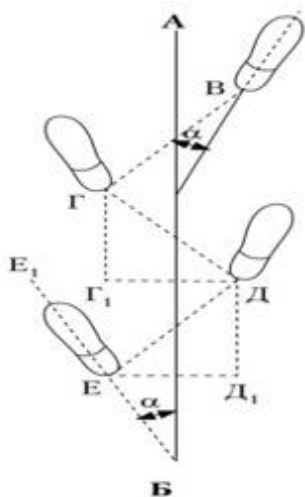

Рис. 3. Дорожка следов ног
**Линия направления движения** (АБ на рис. 3) – линия, направленная в сторону движения и расположенная на равном расстоянии между следами правой и левой ноги.
**Линия ходьбы** (ЕДГВ на рис. 3) – ломаная линия, соединяющая последовательно центры следов пяток или каблуков правой и левой ноги.
**Длина шага** ( $D_1D$  – длина правого шага;  $\Gamma_1\Gamma$  – длина левого шага на рис. 3) – это расстояние между двумя последовательно оставленными следами ног по линии направления движения. Она измеряется отдельно для правой и левой ноги.
**Ширина шага** ( $\Gamma_1D$  и  $EД_1$  на рис. 3) характеризует расстановку ног при ходьбе и определяется расстоянием между следами каблуков (пяток) левой и правой ног по линии, перпендикулярной направлению движения.
**Угол разворота стопы** ( $\alpha$  на рис. 3) – угол разворота стопы, образуемый продольной осью следа и линией направления движения, дает представление о привычке при ходьбе ставить ступни ног параллельно одна другой, носками внутрь (отрицательный угол) или носками в сторону от линии направления движения (положительный угол).